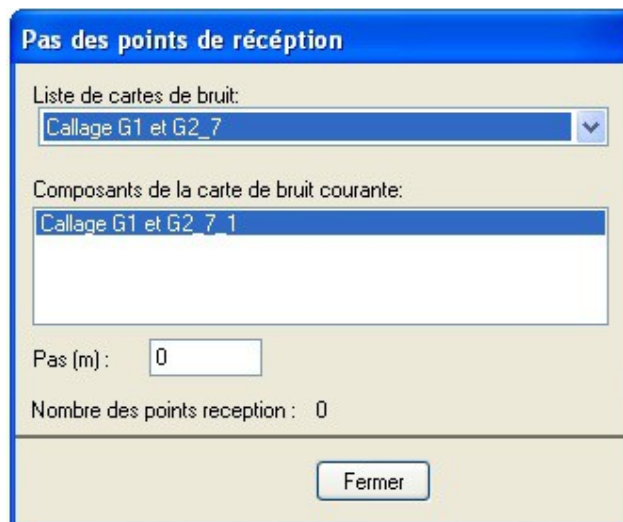

figure 37:
- « **Changer le pas** » ouvre la fenêtre suivante (figure 37) :